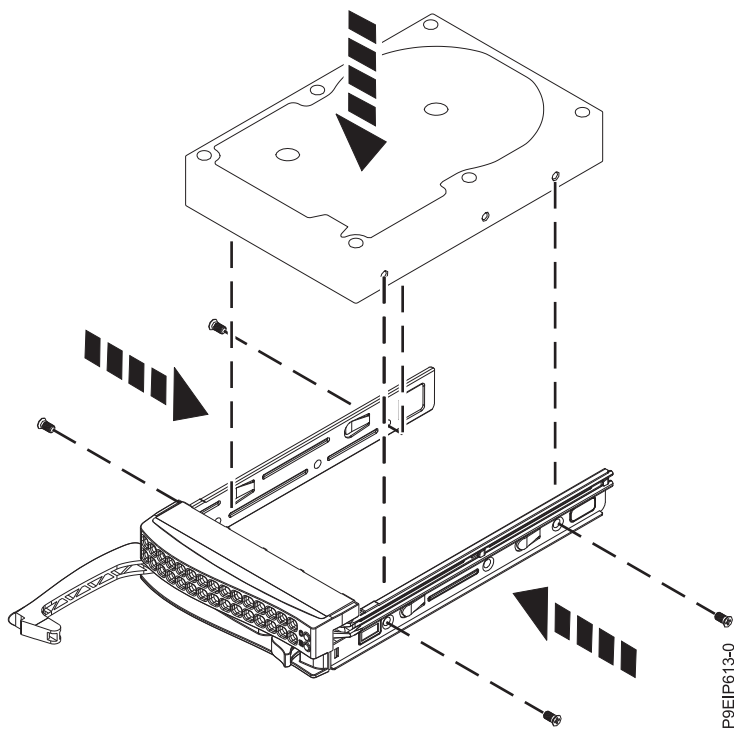

Figure 5. Montage de l'unité de 3,5 pouces dans le tiroir
- Une unité de 3,5 pouces remplit le tiroir, comme indiqué dans la figure 5, à la page 8. Fixez l'unité de chaque côté du tiroir à l'aide de quatre vis (deux de chaque côté).